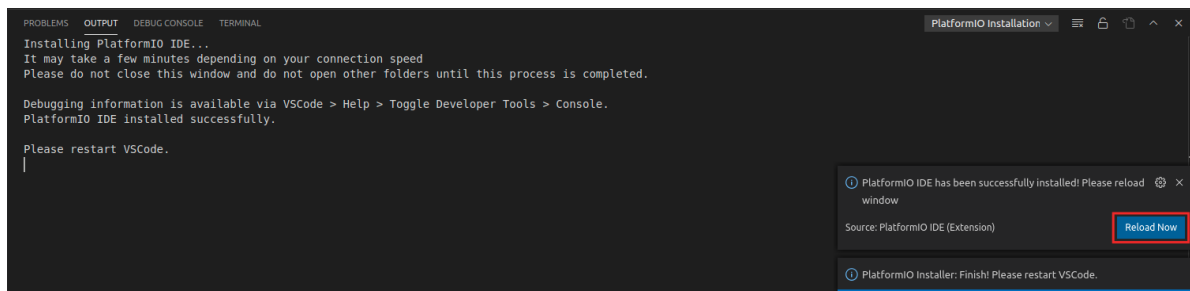

图32. 安装PlatformIO后立即重新载入
- e. 底部的“OUTPUT”（输出）窗口将通知用户有关安装进程的信息。安装完成后，单击窗口右下角的“Reload Now”（立即重新载入），PlatformIO便会安装在VSCode内部（参见图32）。